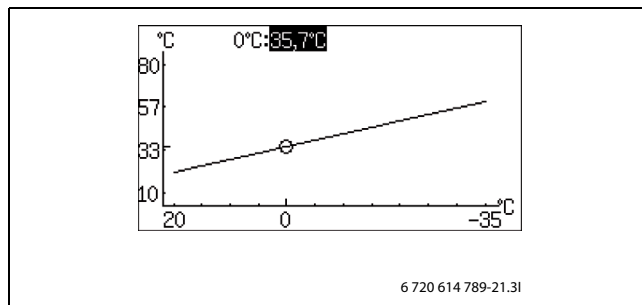

Bild 25
- ▶ Vrid ratten när fyrkanten är markerad tills 0 °C är markerad (→ Bild 25).